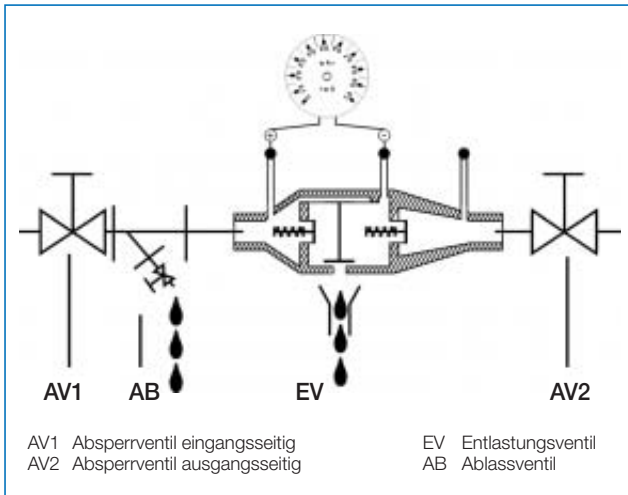

Abb. 3: Messung des Ansprechdruckes
Ablasventil (AB) langsam wieder öffnen, bis tropfenweise Wasser austritt und beobachten, wann Mittelkammer (K2) komplett öffnet (Abb. 3). Differenzdruck p ablesen und notieren. Ablasventil (AB)